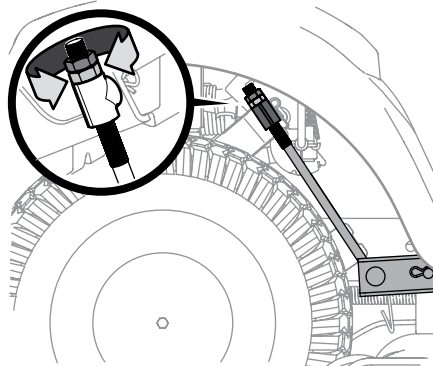

Figura 4-6
3. Sob os paralamas traseiros, do lado de dentro das rodas, há uma haste de ajuste de altura para cada lado do deck. Consulte Figura 4-6.